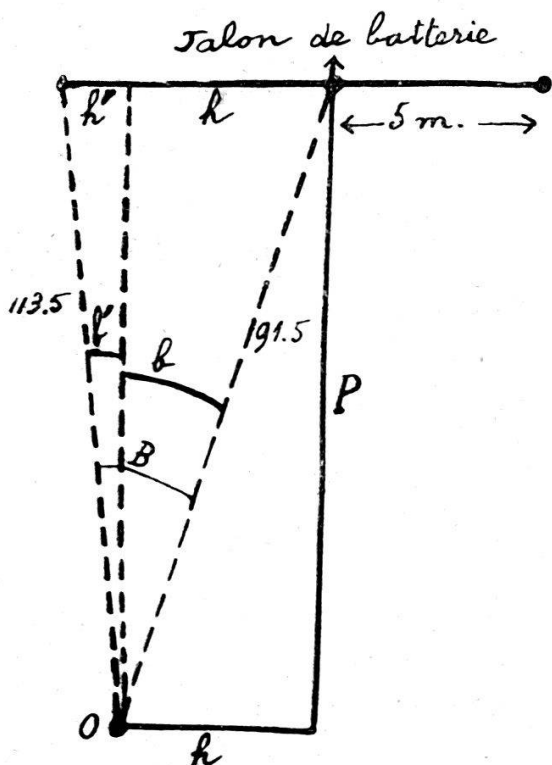

FIG. 2.
*Deuxième procédé :* Je pose 3 jalons (fig. 2); le jalon de batterie, un jalon 5 mètres à droite, un jalon 5 mètres à gauche. Je mesure sur l'axe de tir une distance  $P$  quelconque; je